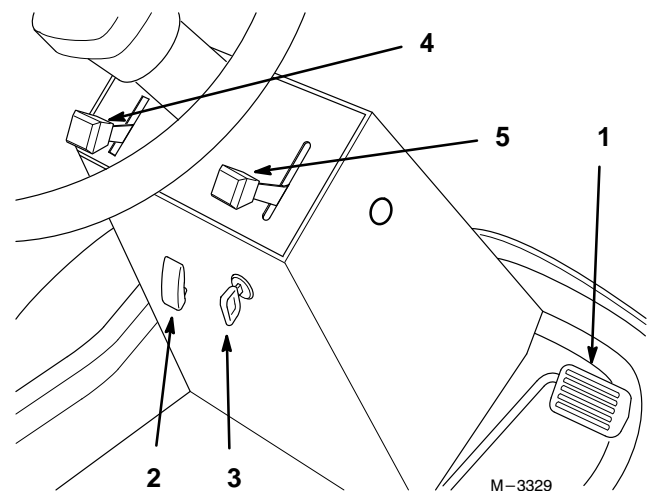

Figure 7
1. Mettre la commande des gaz en position "LENT" (Fig. 7).
2. Tourner la clé de contact sur "ARRET" (Fig. 7).